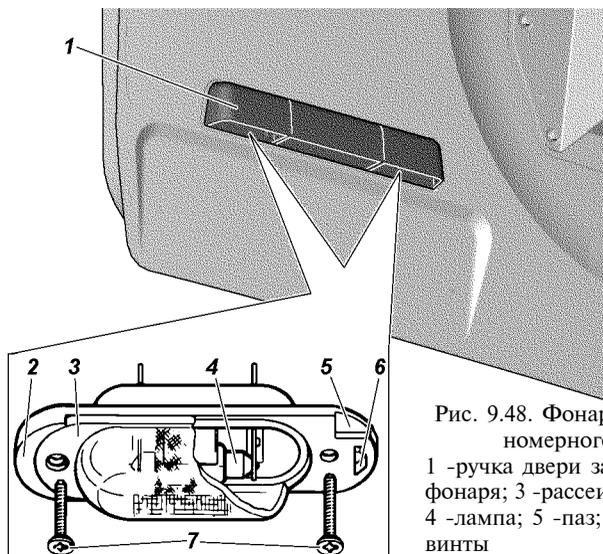

Рис. 9.48. Фонари освещения номерного знака:
**Фонари освещения номерного знака** установлены в ручке двери задка. Для замены лампы отверните винты 7 (рис. 9.48) и выньте фонарь. Вставьте отвертку в паз 5 и нажав на защелку 6, снимите рассеиватель 3.